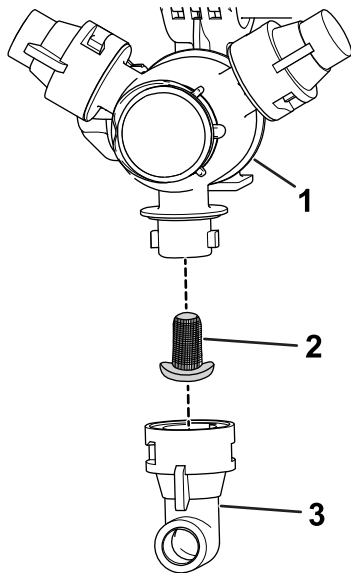

Figure 56
- Déposez la buse de la tourelle de pulvérisation (Figure 56).
- Retirez le filtre de buse usagé (Figure 56).
- Montez le filtre de buse neuf (Figure 56).
- Montez la buse sur la tourelle de pulvérisation (Figure 56).